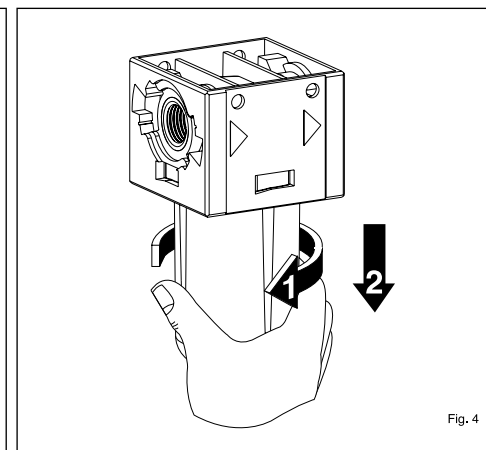

Fig. 4
- 2) Tourner le curve dans le sens opposé des aiguilles d'une montre (Fig. 4).
- 2) Gire la copa en sentido antihorario (Fig. 4);
- 2) 逆时针方向旋转碗(图4)
- 2) Gire o copo em sentido anti-horário (Fig. 4)
- 2) Den Behälter gegen den Uhrzeigersinn drehen (Abb. 4)
- 2) Поверните стакан против часовой стрелки (Рис. 4)